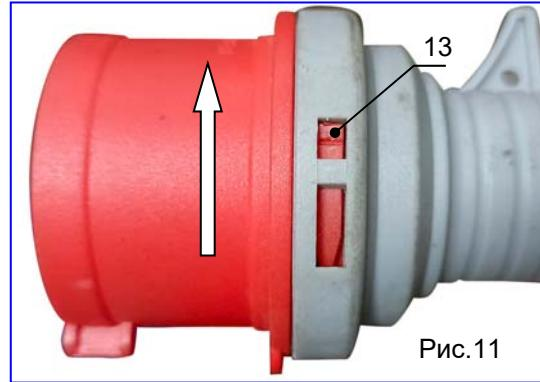

Рис.11
- Нажмите на пластиковый фиксатор (поз.13, рис.11) вилки и поверните красный корпус в направлении стрелки, тем самым разобрав вилку на две части.